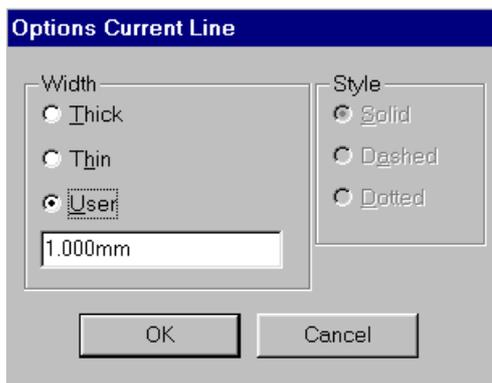

Рис. 3-9. Задание толщины линии
1) В основном меню выберите команду **Options/Current Line...** Появится панель **Options Current Line**, показанная на рис. 3-9.